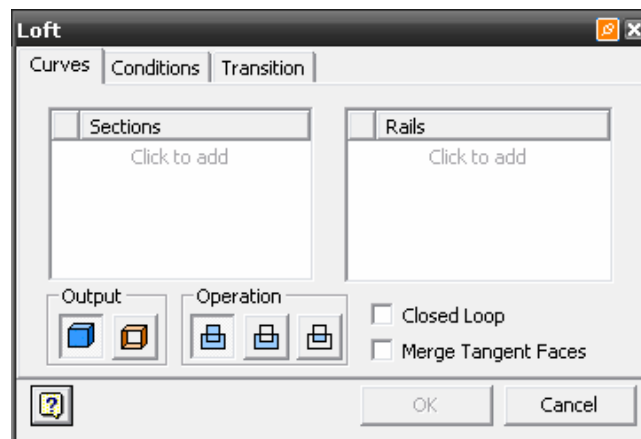

Figura 3.48 Ventana grafica del comando LOFT.
- Utilice el comando LOFT, una ventana gráfica surgirá como en la figura 3.48, seleccione CLICK TO ADD (click para añadir) en SECTIONS (secciones) y le pedirá que seleccione la primera cara, seleccione la cara superior de su sólido, posteriormente presione nuevamente CLICK TO ADD y seleccione el segundo círculo.